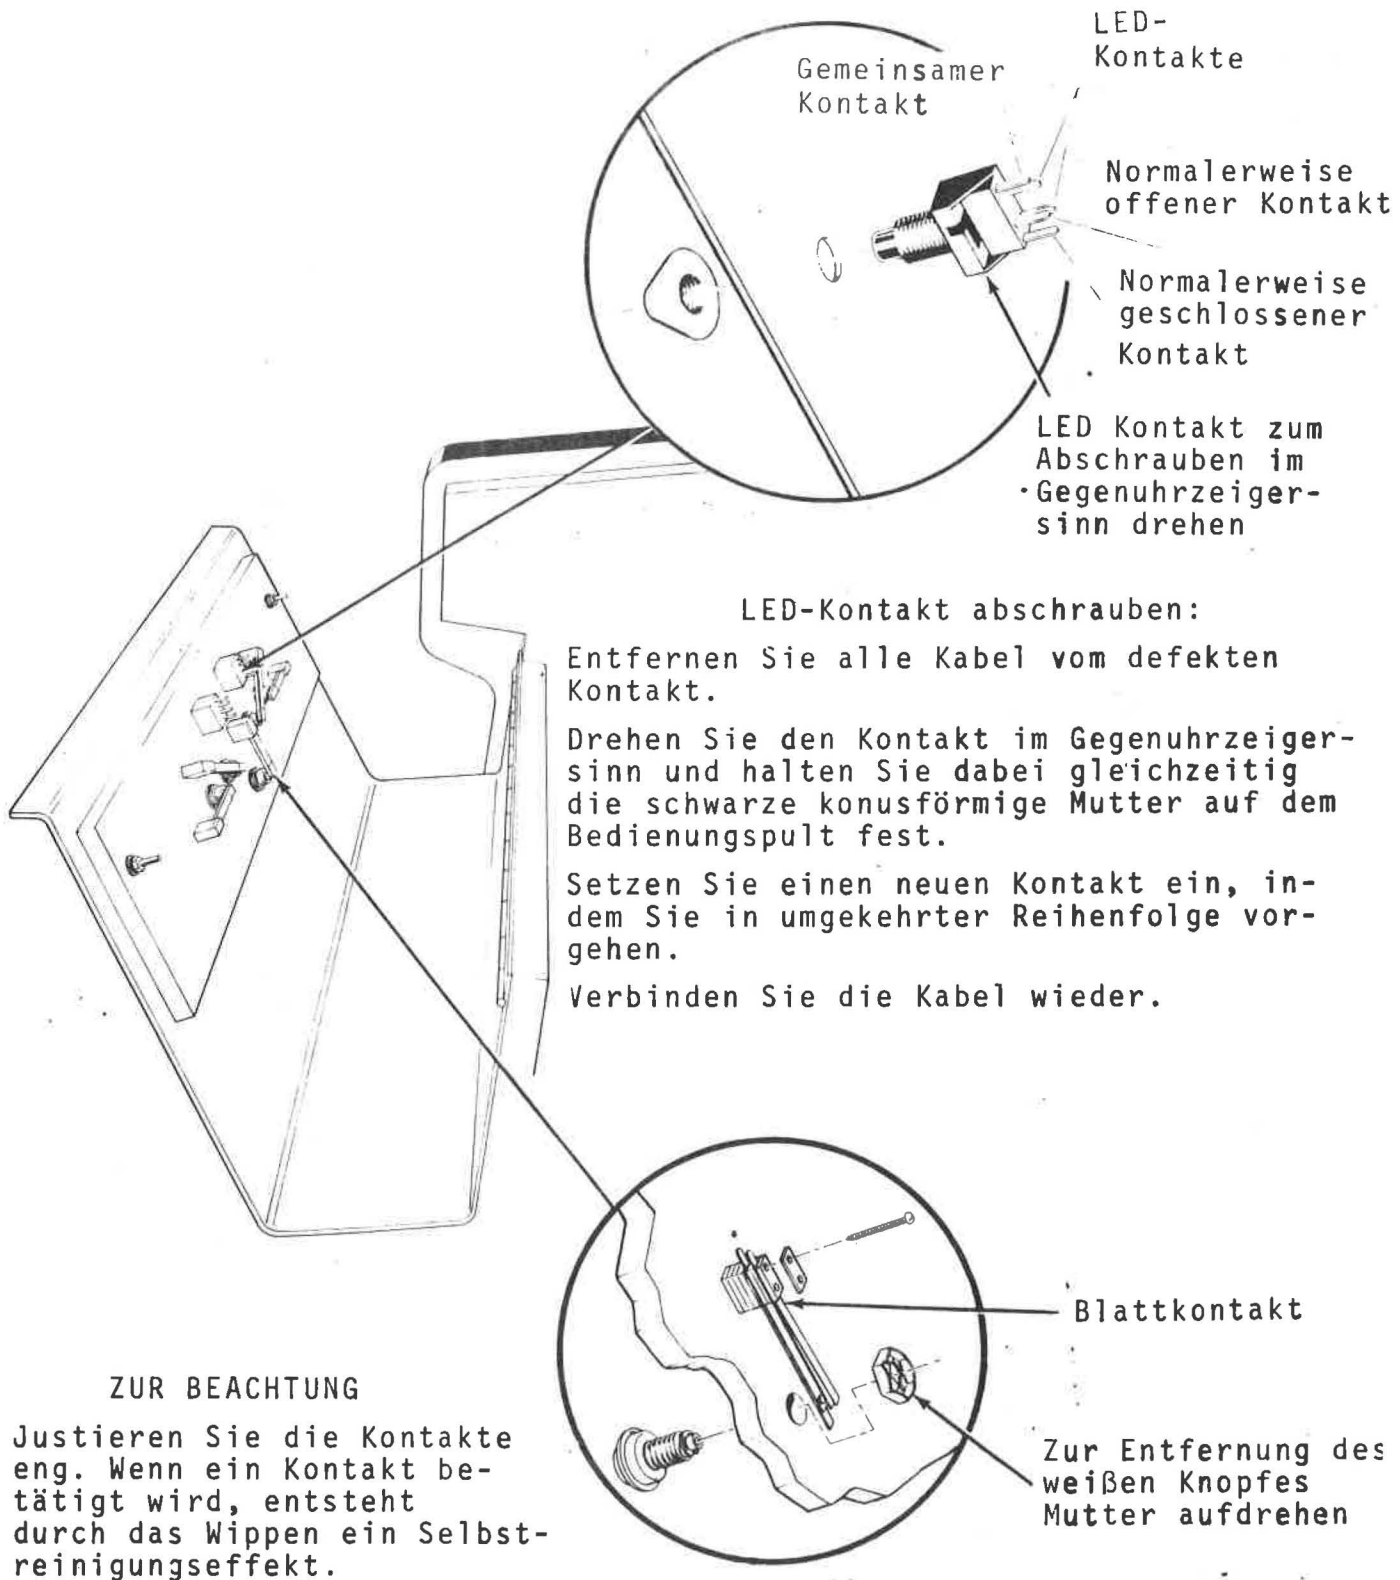

Abb. 6 Öffnen des Bedienungspults
Greifen Sie durch die Öffnung und entfernen Sie beide Sätze Flügelschrauben, Zahnscheiben und Unterlegscheiben an der Unterseite des Bedienungspults (siehe Abb. 6). Die beiden Bolzen verbleiben im Bedienungspult.
Zum Auswechseln eines Kontaktes lösen Sie bitte beide Schrauben - siehe Abb. 6.
3. Verbinden Sie die Anschlüsse Ihres Multimeters mit den entsprechenden LED-Kontakten (s. Abb. 6).